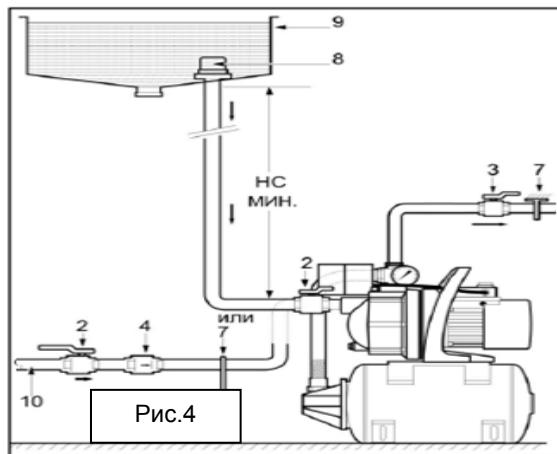

Рис.4
Станция в режиме подачи из накопительного резервуара или городской сети водоснабжения - Рис.4.
1. Закройте задвижку напорного трубопровода (3; рис.4).
3. Откройте на максимум задвижку всасывающего трубопровода (2; рис.4).